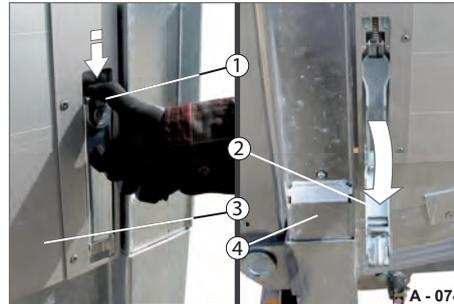

Abb. 115 Bordwand-Verschluss, entriegelt
- ▶ Sicherung (Abb. 115/1) am Bordwand-Verschluss (Abb. 115/2) drücken.
- ▶ Bordwand (Abb. 115/3) mit einer Hand festhalten, Bordwand-Verschluss am anderen Ende der Bordwand entriegeln.
- ▶ Bordwand-Verschluss (Abb. 115/2) ziehen. Sicherung (Abb. 115/1) rastet ein.